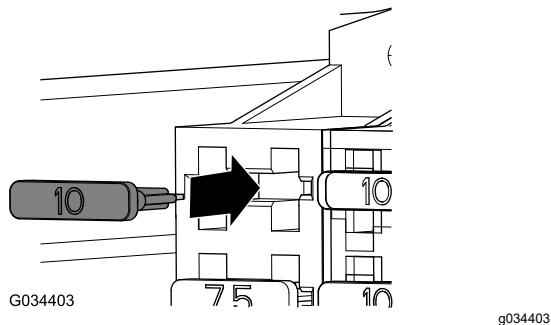

Figure 22
- Insérez le fusible (10 A) dans l'emplacement du porte-fusibles des éclairages à LED (Figure 22).